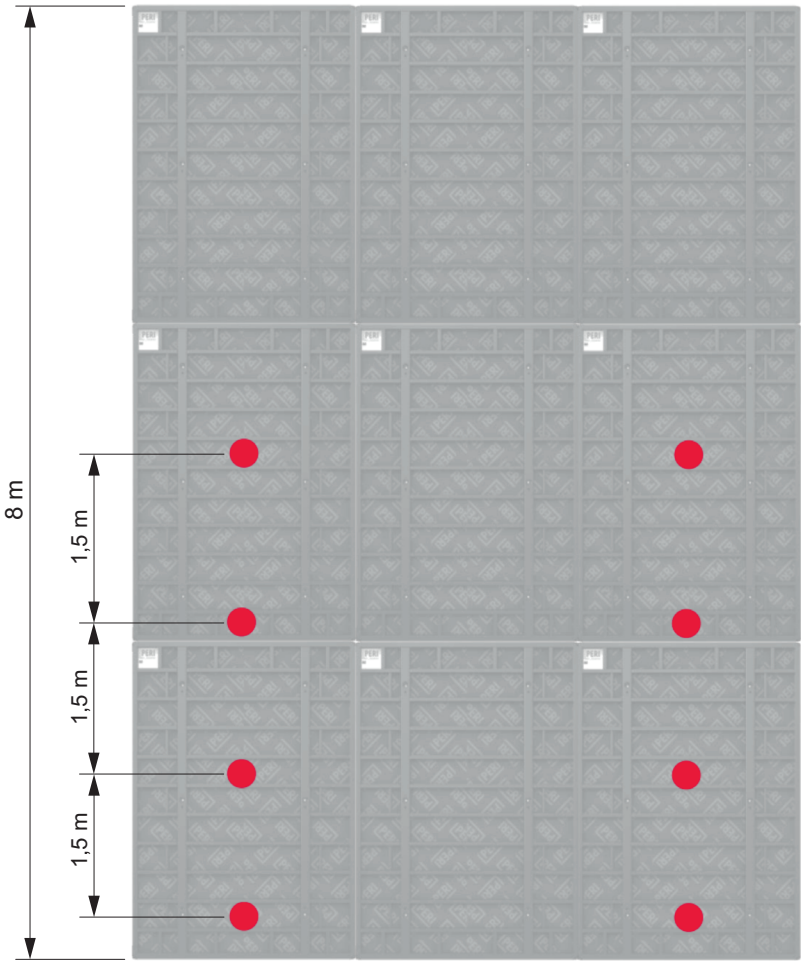

Fig. 08 Exemple de placement des capteurs dans le coffrage
1. Déterminer et marquer les positions des capteurs. (Fig. 08)